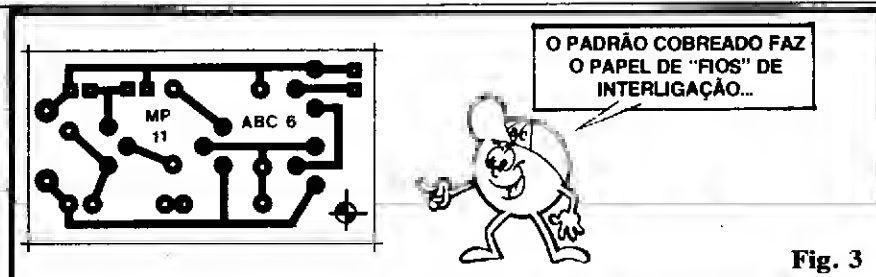

Fig. 3
- **FIG. 3** - Lay out (desenho com a distribuição, proporções, etc., reais e finais para o uso...) do padrão cobreado do Circuito Impresso específico para a montagem do VAGALUME AUTOMÁTICO. A figura (como ocorre e ocorrerá sempre, aqui em ABC...) está em tamanho natural (chamamos esse fato, geometricamente, de "escala 1:1"... de modo que é só copiar, diretamente, sobre uma placa de fenolite cobreado "virgem", seguindo as demais instruções mostradas na Seção TRUQUES & DICAS da "Aula" nº 5 do ABC, para obter,